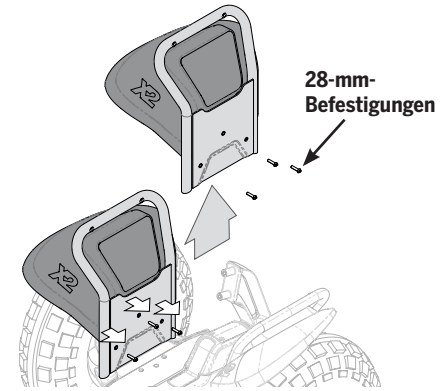

Abbildung 3. Entfernen des Kotflügel-Schutzblechs für das Modell x2 SE
2. Entfernen Sie die drei 28-mm-Befestigungen mithilfe eines 4-mm-Innensechskantschlüssels und bewahren Sie diese an einem sicheren Ort auf (siehe **Abbildung 3**).